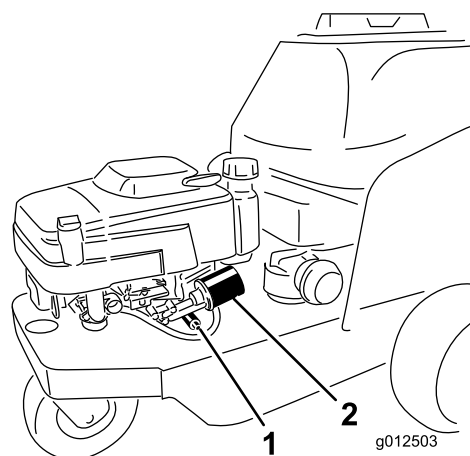

Figura 38
4. Coloque un recipiente adecuado debajo de la conexión del filtro de aceite (Figura 38).